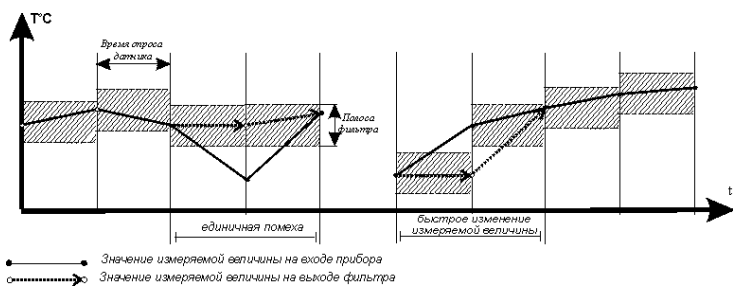

Рис. 7
3.1.3.1. Параметр b0-2, называемый полосой цифрового фильтра, позволяет защитить измерительный тракт от единичных помех. Полоса фильтра задается в единицах измеряемой величины. Если полученное значение отличается от предыдущего на величину, большую, чем установлено в этом параметре, то прибором производятся повторные измерения, до тех пор, пока полученное значение не попадет в заданную полосу (рис.7). В течение всего этого времени на цифровом индикаторе остается старое значение измеренной величины.
Как видно из рис. 7, малая ширина полосы фильтра приводит к замедлению реакции прибора на быстрое изменение входной величины. Поэтому при низком уровне помех или при работе с быстроменяющимися процессами рекомендуется увеличить значение параметра или отключить действие полосы фильтра, установив в параметре b0-2 значение 00. В случае работы в условиях сильных помех для устранения их влияния на работу прибора необходимо уменьшить значение параметра. При этом возможно ухудшение быстродействия прибора из-за повторных измерений.